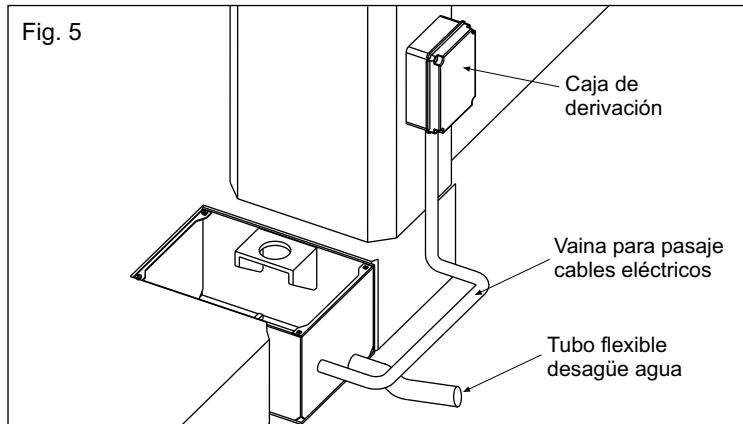

Fig. 5
- tubo de desagüe agua en plástico flexible por lo menos de 40 mm de diámetro de insertar en el agujero apropiado de la caja antes que la misma sea cementada (Fig. 5). **El tubo tendrá que ser llevado hasta el desagüe de la línea de drenaje;**
- una vaina para el pasaje de los cables eléctricos por lo menos de 20 mm de diámetro que tendrá que ser llevada en proximidad de la caja de derivación (Fig. 5).